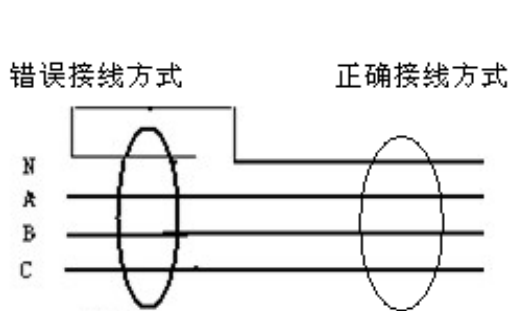

图 7 四线应同一个方向穿过互感器
- 1) 每个监控点处凡有负荷电流通过的电缆应全部穿过传感器,如下图中标①处所示;其中工作零线 N 不得重复接地,如下图中标②处所示错误。
- 2) 每个监控点处凡不通过负荷电流的电缆 PE 或 PEN 不得穿过传感器,应如下图中标③处所示。
- 3) 每个监控点监控的供电支路应使用各自的工作零线 N,相邻支路工作零线 N 不得串接共用,如下图中标④处所示错误;工作零线 N 不得与保护地线 PE 跨接,如下图中标⑤处所示错误。
- 4) 供电线路在穿过互感器时要保证,供电线路的 N 线与 L 线必须从同一个方向穿过互感器。见图 7